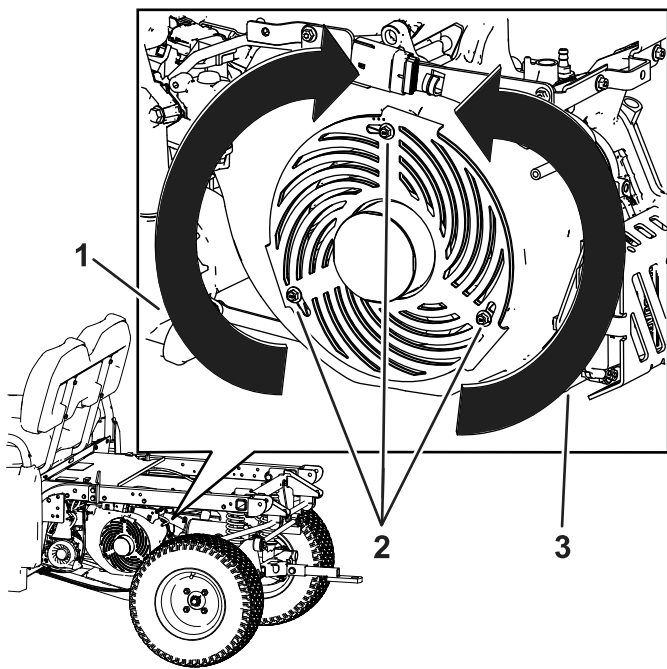

Figura 15
1. Afloje los tres tornillos de la pantalla del soplador (Figura 15).
2. Para cerrar la pantalla del soplador, gírela en sentido horario. Para abrir la pantalla del soplador, gírela en sentido antihorario (Figura 15).